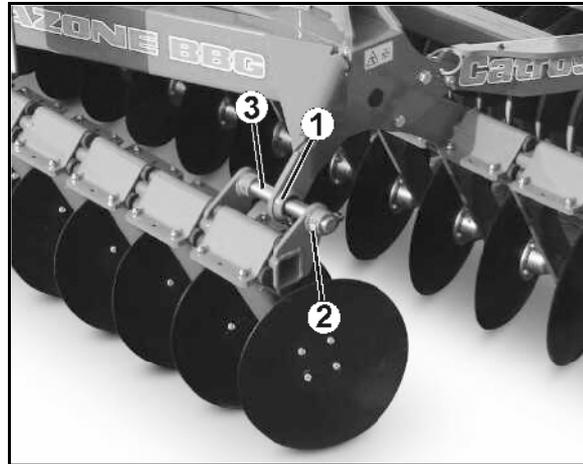

Fig. 53
Zum Austausch der Gleitlager (Fig. 53/1) die ausgeklappte Maschine so abstellen, dass die Gleitlager spannungsfrei sind.
1. Verschraubung (Fig. 53/2) der Verschiebewelle (Fig. 53/3) lösen.